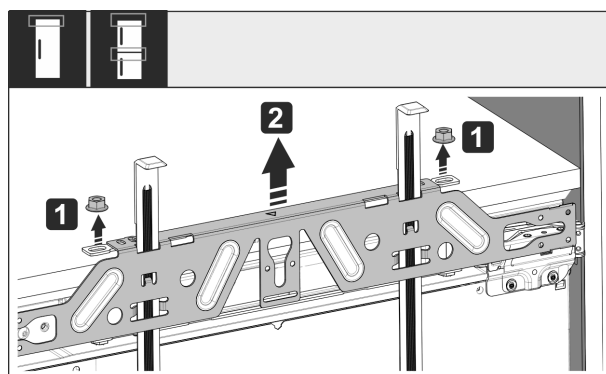

Fig. 49
- Shtrengoni kundërdadot Fig. 49 (1).
- Hiqni traversën e mbërthimit Fig. 49 (2).